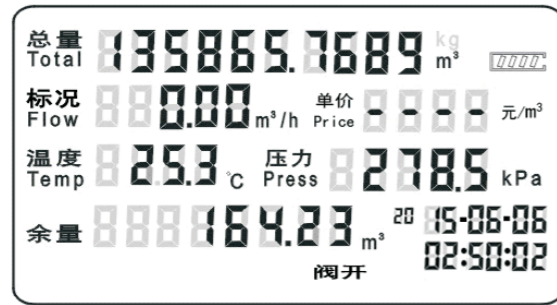

图5 工作状态显示图
6.1.9.1 未开户时正常显示的第一屏界面如图5，显示的总量为标况总量，单位为 m^3 ；，最后一行为余量，单位为 m^3 ，瞬时流量显示标况流量，单价显示为---，表示未开户。当有气量时，总量累加，余量扣减，当开户后，根据气价把余量换算成金额扣除。